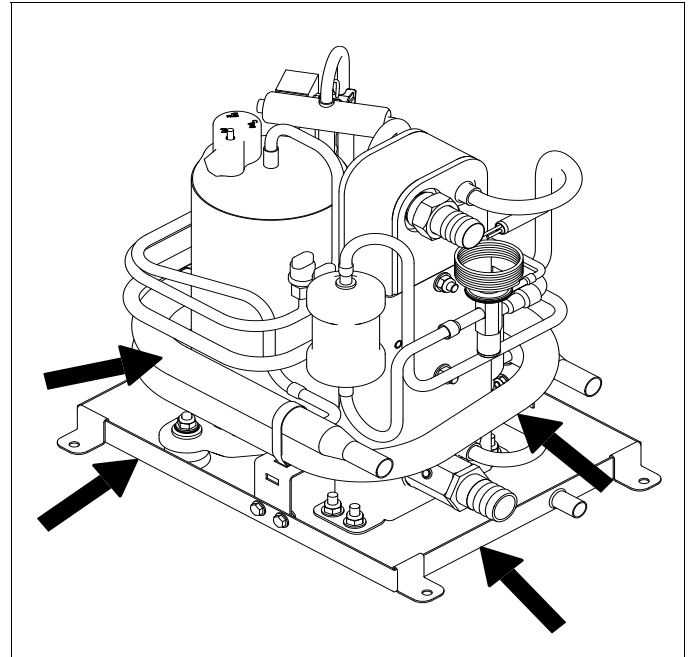

Abb. 7 Gerät transportieren.
- ▶ Das Gerät nur an den Trageösen des Edelstahlgestells, Kupfernickerl-Verflüssiger oder an der Kondensatwanne tragen. Bei schweren Anlagen stets eine Hebeeinrichtung mit Tragegeschirr verwenden. Niemals das Gerät an den Kältemittelleitungen greifen und tragen. Siehe Abb. 7.